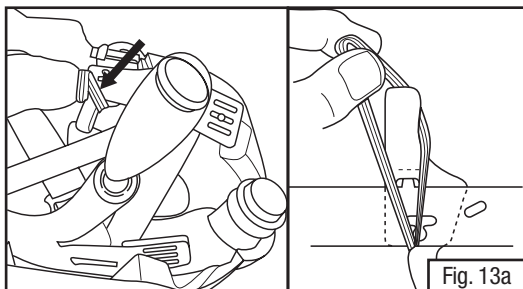

Fig. 13a
- Con el marco del visor en posición inferior (cerrado), quite la lengüeta plástica del sello facial de los puntos de conexión en forma de "T" en la banda para la cabeza (Figs. 13a & b).
- Tome el entrelazado elástico en el sello facial y jale sobre la banda para la cabeza del arnés y anexe a la lengüeta plástica (Fig. 13a).